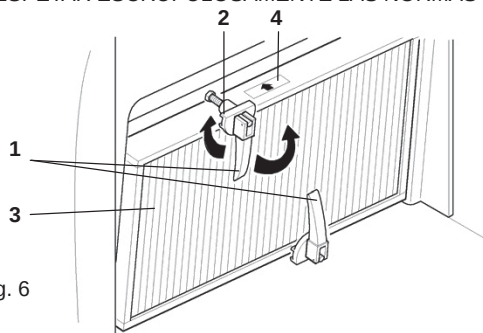

Fig. 6
- Abra las asas (pos. 1)
- Gire los pestillos (pos. 2) 180°
- Sustituya el filtro (pos. 3)
- La flecha (pos. 4) debe orientarse hacia la dirección del flujo de aire, desde afuera hacia dentro de la máquina.
ATENCIÓN: introduzca el filtro en la dirección indicada en el mismo (pos. 4 Fig. 6).